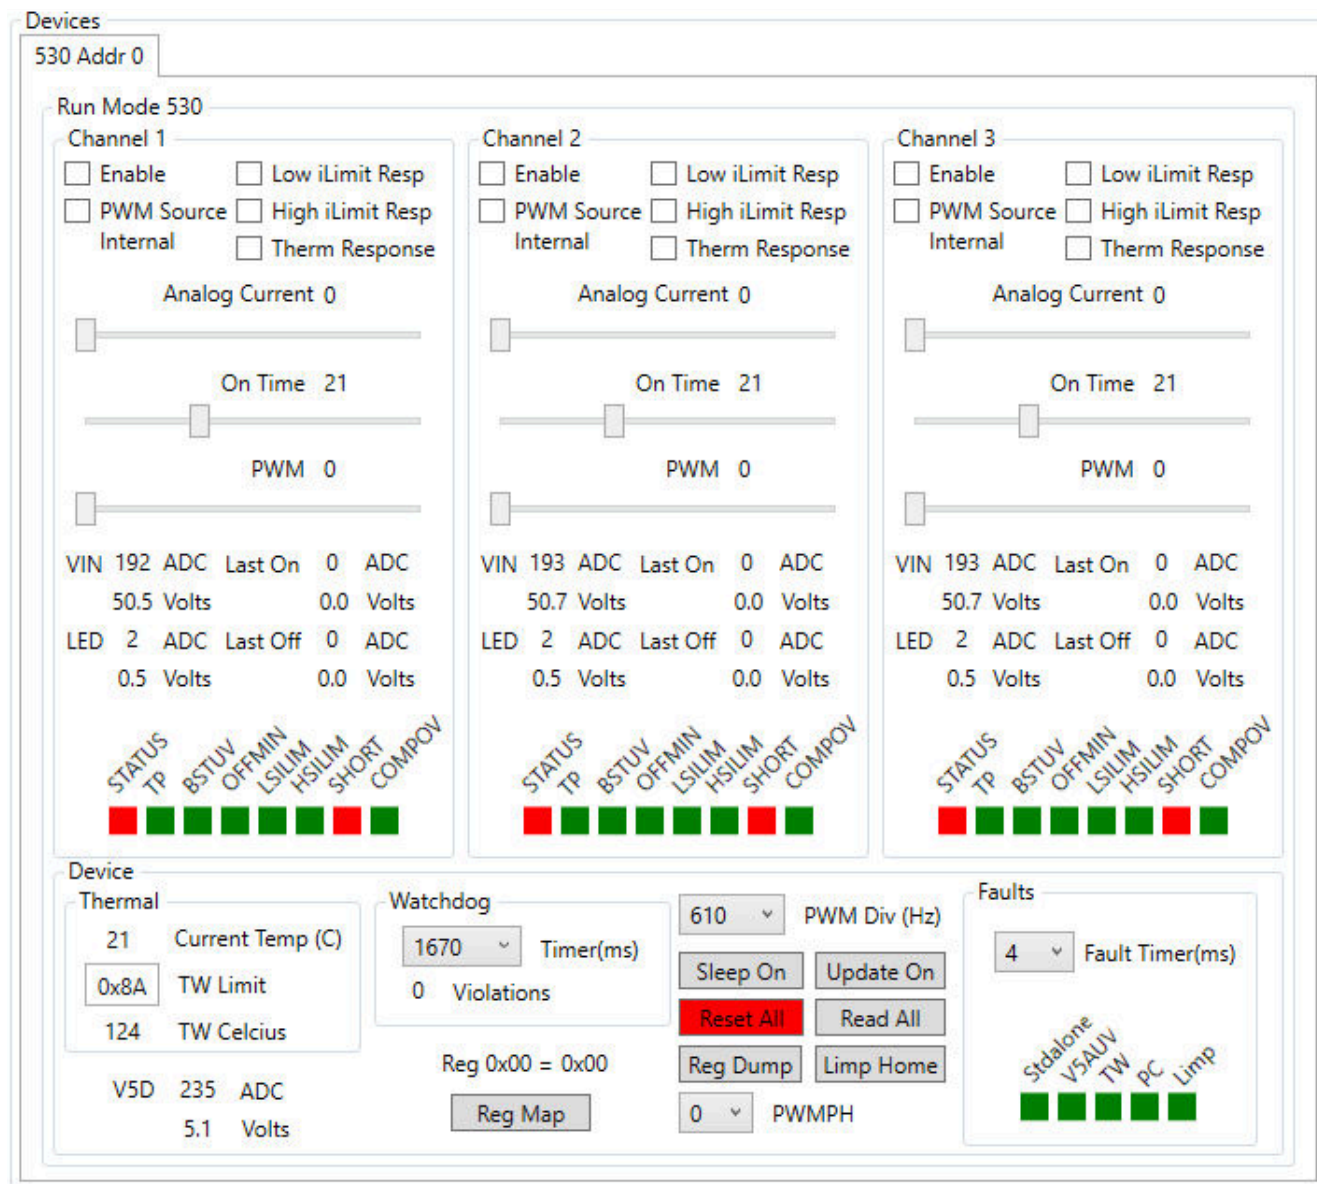

图 6-18. 禁用看门狗后的器件窗口
选择 **EN 520 No WD** 后，GUI 会对所有寄存器执行初始读取，并将信息加载到器件命令窗口，如图 6-18 所示。请注意，因为发生了这些故障，**SHORT** 和 **STATUS** 标记为红色。发生 **SHORT** 故障的原因是输出关闭，没有电流驱动 LED，CSP 引脚的输出电压低于 2.45V，表明出现 **SHORT** 状况。**STATUS** 故障表示发生了故障，并且是该通道故障位的逻辑“或”运算。
GUI 可针对每个器件分为不同的子窗口。可以有多个选项卡 (器件)，每个选项卡将用于特定 SPI 地址的特定器件。图 6-18 将 TPS92530 (530) 显示为器件，地址 (Addr) 为 0。